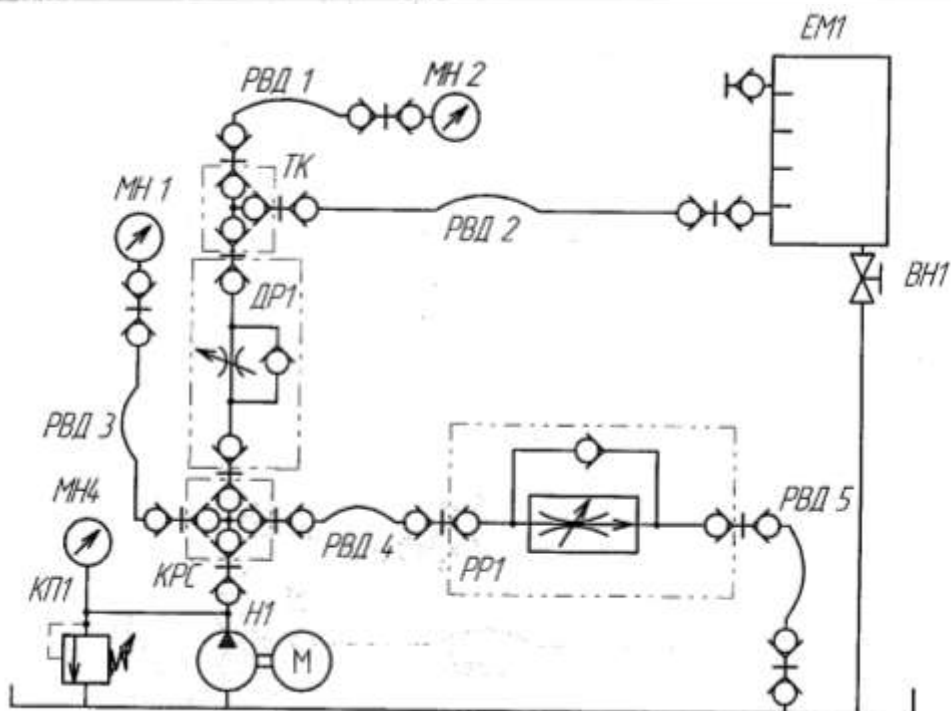

Рисунок 7 – схема гидравлическая
Собрать гидравлическую схему по рис.7, открыть кран ВН1. Открыть дроссель ДР1, открыть регулятор расхода РР1.
1. Выполнить чертеж схемы рис. 7 и проставить буквенно-цифровое обозначение.
2. Составить схему потоков для рис. 7.
4. Подобрать дроссель и регулятор расхода для рис. 7.